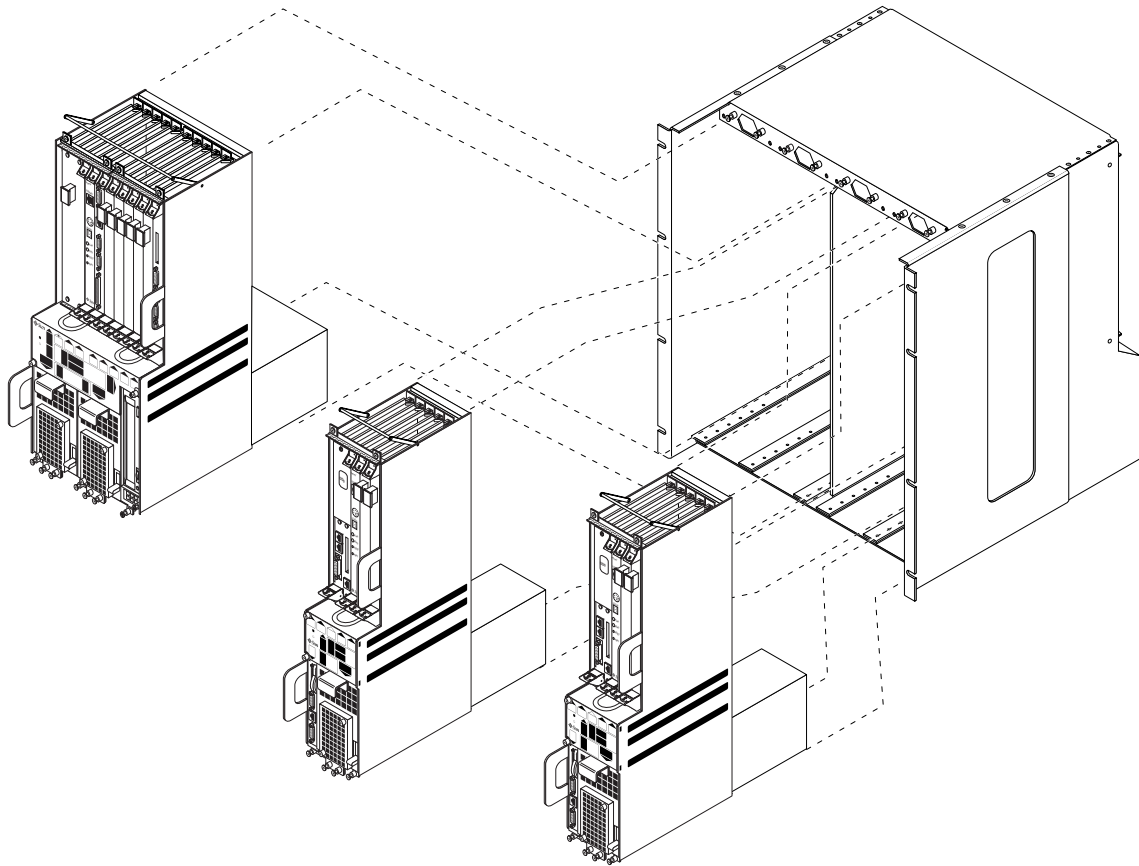

FIGURE 1-12 Un serveur Netra ct 800 et deux serveurs Netra ct 400 dans un châssis
- un serveur Netra ct 800 et un ou deux serveurs Netra ct 400 (FIGURE 1-12).